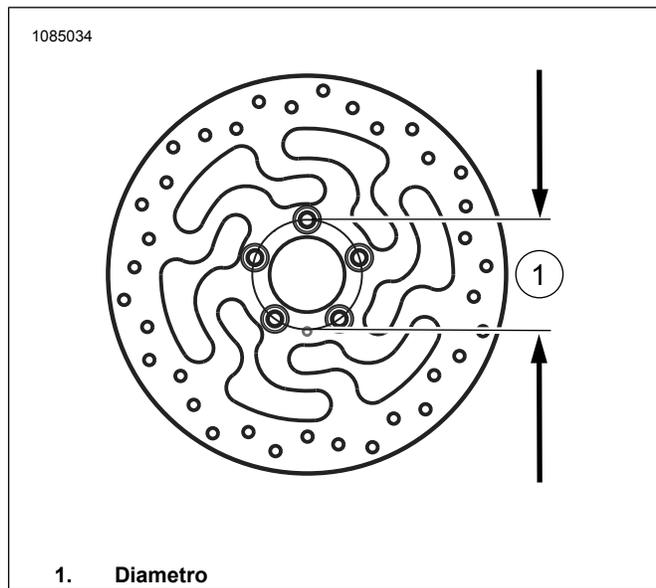

Figura 1. Diametro del foro di montaggio del disco
1. Vedere la figura 1. Rimuovere e smontare il gruppo della ruota anteriore esistente. Se il diametro del disco del freno anteriore non misura 3,25 pollici, scartare i dischi. Mettere da parte l'asse, il dado dell'asse e i distanziali della ruota per l'installazione del kit. Vedere il manuale di manutenzione.